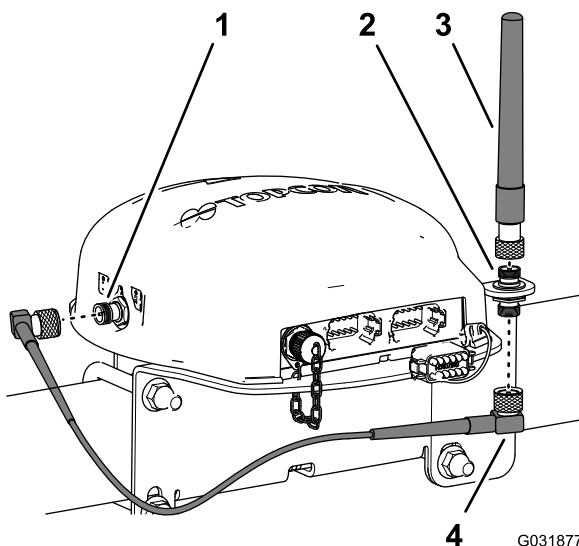

図 148
- 3. 同軸カップラの上側フィッティングに RTK アンテナを組み付け、アンテナに付いているナットを手締めする 図 148。
- 4. 同軸カップラの下側フィッティングにアンテナ線を仮留めする 図 148。
- 5. ケーブルを、ナビゲーション受信機の後ろを通して、CDMA または GSM 携帯電話用モデムの同軸コネクタまで導く 図 148。
- 6. アンテナ線を、同軸コネクタCDMA または GSM 携帯電話用モデムに接続する 図 148。